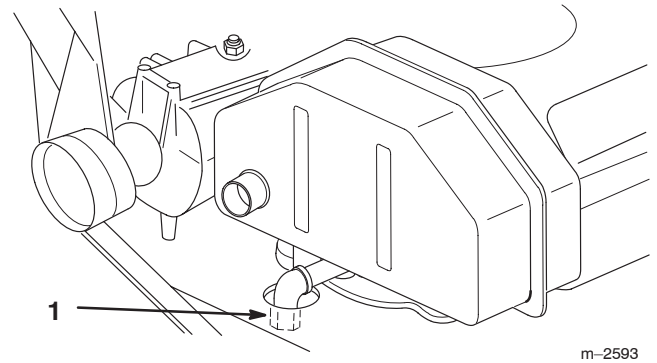

Bild 21
3. Stellen Sie eine Auffangwanne unter die Ölablassschraube. Entfernen Sie die Ölablassschraube (Bild 21).